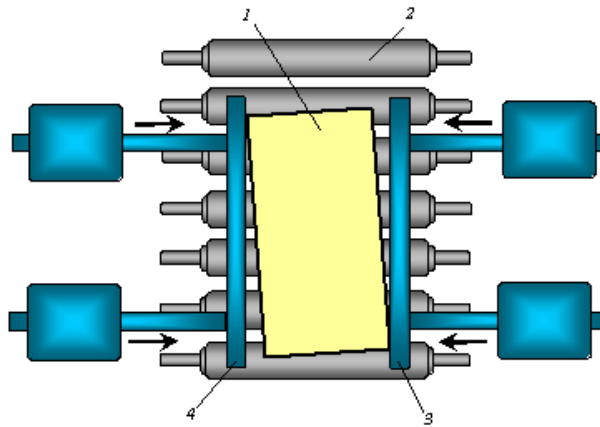

Рис. 4 - Манипулятор: 1 — прокатываемая полоса; 2 — рольганг; 3, 4 — линейки манипулятора
*Манипулятор* предназначен для передвижения металла по роликам рольганга параллельно их бочке с целью последующего правильного направления металла в рабочие валки. Одновременно с этим линейки манипулятора выпрямляют прокатываемую полосу (блوم, сляб, заготовки), если она искривилась при прокатке (рис.4).